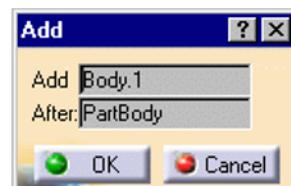

Fig.49. Dialogul **Add**
- Se selecteaza optiunea **Add**  sau **Edit->Body.1.object->Add**, pe ecran apare fereastra de dialog **Part Body** (fig. 49);